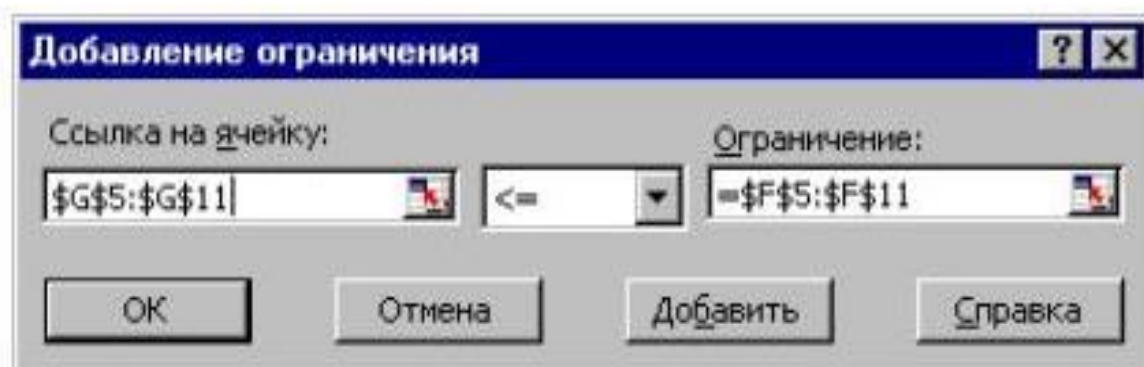

Рис. 4.
12. Селектируйте блок ячеек «Наличие ресурсов» (блок F5:F11) и убедитесь, что окно диалога команды «Добавление ограничения» имеет вид, показанный на рис. 4;